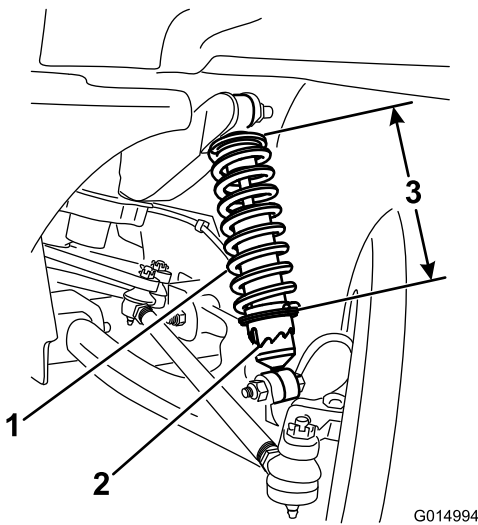

Figure 32
- A. À l'aide de l'outil TORO6010, tournez la bague sur l'amortisseur pour changer la longueur du ressort (Figure 32).